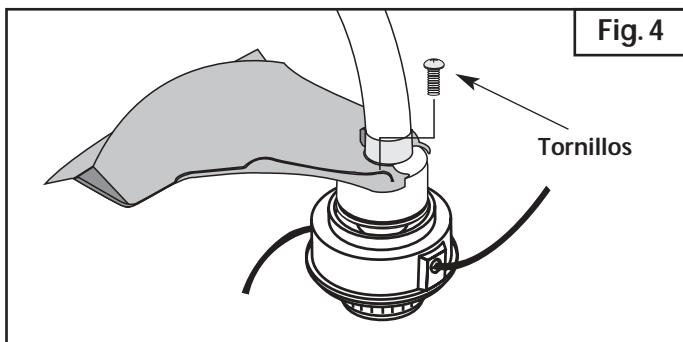

Fig. 4
- Instale los cuatro (4) tornillos (10-24 x 1/2) con un destornillador Phillips regular (Fig. 4). Ajuste bien.